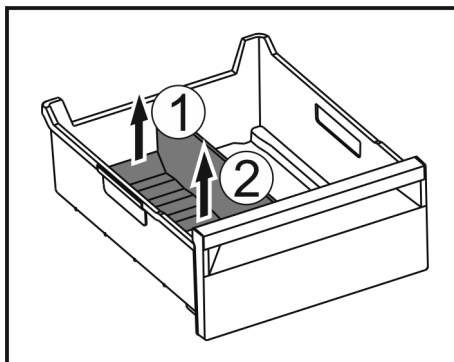

Fig. 166
- Zvedněte zadní část přepážky přihrádky na led. Fig. 166 (1)
- Přepážku přihrádky na led vyjměte nahoru. Fig. 166 (2)